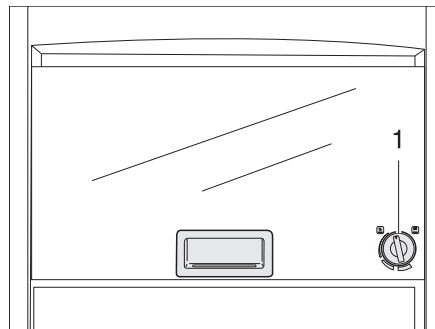

Bild 263 Gasbackofen (Dometic)
- Den Drehregler (Bild 263,1) leicht drücken und nach links auf eine beliebige Position drehen.
- Den Drehregler (Bild 263,1) auf "O" drehen. Die Flamme erlischt.